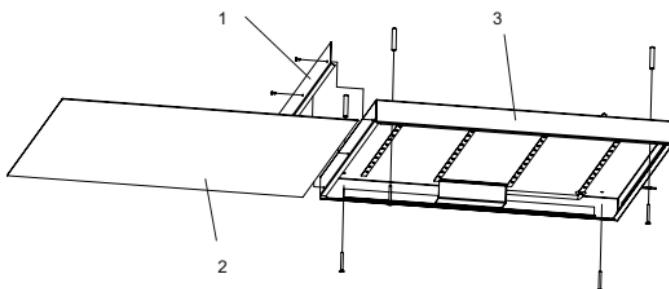

Рисунок 1
2.2 Накладной монтаж осуществляется следующим образом (см. рисунок 1):
- открутить 3 винта и снять боковую крышку (1) светодиодной панели;
- извлечь рассеиватель (2);
- закрепить корпус светодиодной панели (3) через имеющиеся отверстия непосредственно на поверхность потолка. Крепёж для накладного монтажа в комплекте не поставляется;
- в обратном порядке установить на корпус светодиодной панели (3) рассеиватель (2);
- установить боковую крышку (1) обратно и зафиксировать винтами. рассеиватель (2);
- установить боковую крышку (1) обратно и зафиксировать винтами.